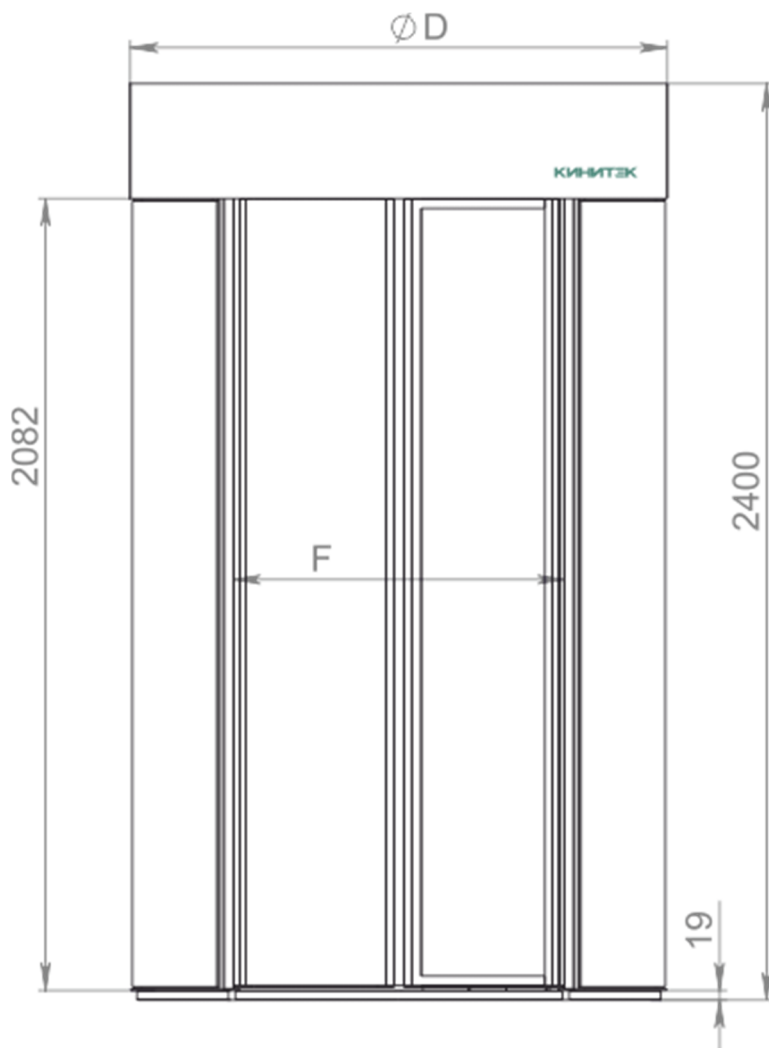

Рисунок 1. Габаритные размеры шлюзовой кабины Сателлит АП-К - хххх.
* Внешний вид и габаритные размеры шлюзовой кабины приведены на Рис. 1